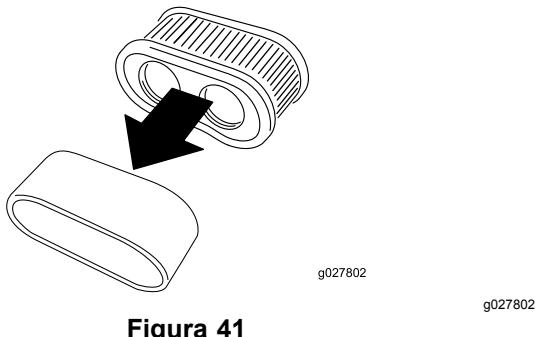

Figura 41
5. Separe os filtros de esponja e papel (Figura 41).